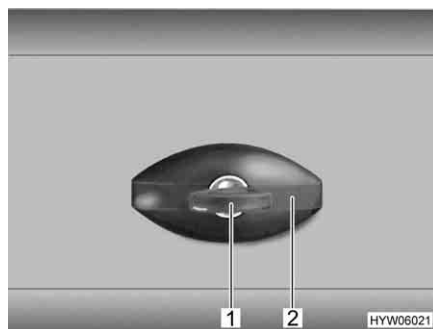

Fig. 15 Serratura dello sportello, ellittico, chiuso
- Inserire la chiave nel cilindro della serratura (Fig. 15,1) e ruotare in senso antiorario di un quarto di giro. La maniglia della serratura (Fig. 15,2) scatta all'infuori.